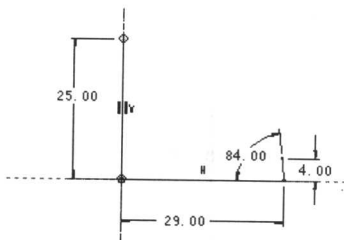

图 1-14 尺寸修改结果
14. 选择【再生】复选框，单击确定按钮，结果如图 1-14 所示。